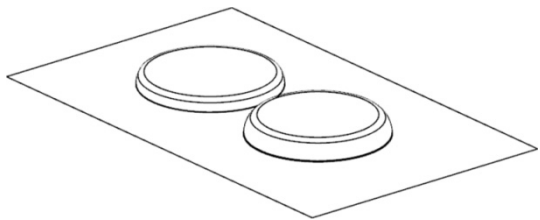

图 12-13 创建拉伸曲面
(32) 单击“完成”按钮，在【拉伸】对话框中对“指定矢量”选取“ $YC \uparrow$ ”，“结束”选取“对称值”，“距离”设为 300mm。
(33) 单击“确定”按钮，创建拉伸曲面，如图 12-13 所示。